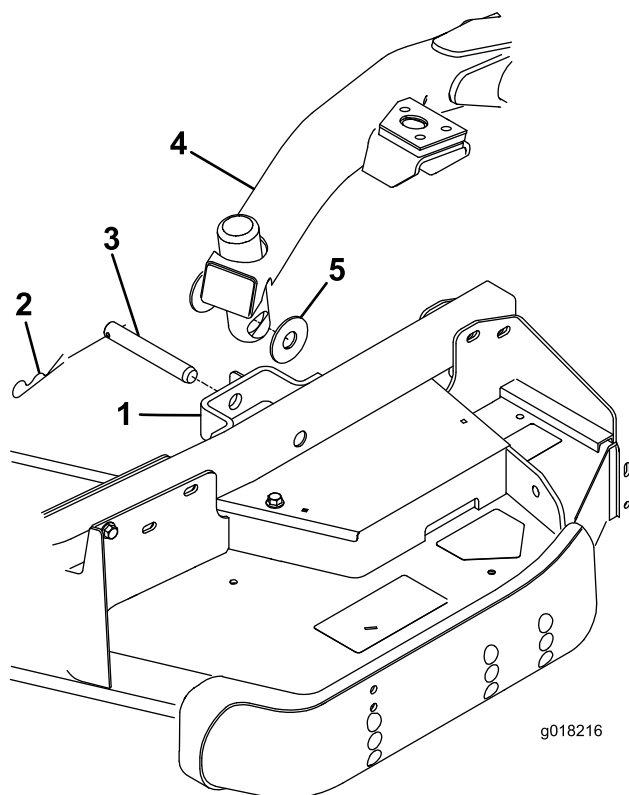

Bild 26
4. Stellen Sie den Hubhebel nach vorne auf die Schweben-Stellung. Drücken Sie einen Hubarm nach unten, bis die Löcher im Hubarm mit den Löchern in der Laufradarmhalterung ausgerichtet sind, und die Schnitthöhenstange in die Hubarmpolster eingesetzt werden kann (Bild 26).
5. Befestigen Sie den Hubarm mit zwei (2) Druckscheiben, einem Lastösenbolzen und einem Splint am Laufradarm. Legen Sie die Druckscheiben zwischen den Hubarm und die Halterung des Laufradarms (Bild 26). Setzen Sie das Ende des Splints in den Schlitz im Laufradarm ein, um den Splint zu arretieren.